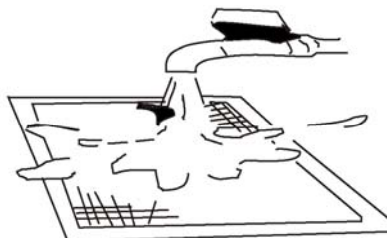

Рис. 2
- При выполнении промывки фильтра водой расположите фильтр наружной стороной вниз. (См. рис. 2)